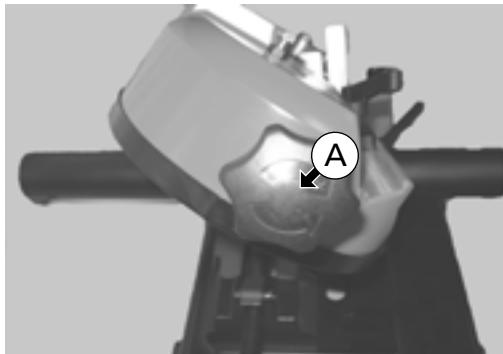

Fig. 25
Gire el mando (A) - (Fig. 25) en el sentido de las agujas del reloj para apretar la hoja de corte sobre las ruedas. No apriete excesivamente.
Elementos de Fig. 25